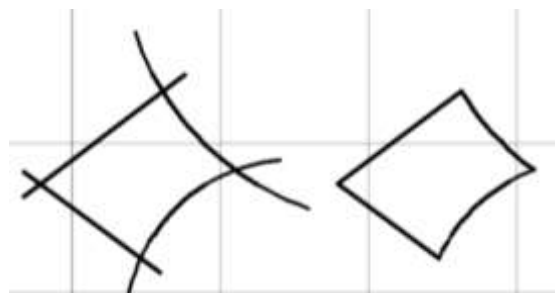

Рис. 96. Определение площади полилинии
2. Обвести контур фигуры с помощью команды *Полилиния*, создав замкнутую фигуру. И так же, с помощью окна *Свойства* посмотреть значение площади (рис. 96).